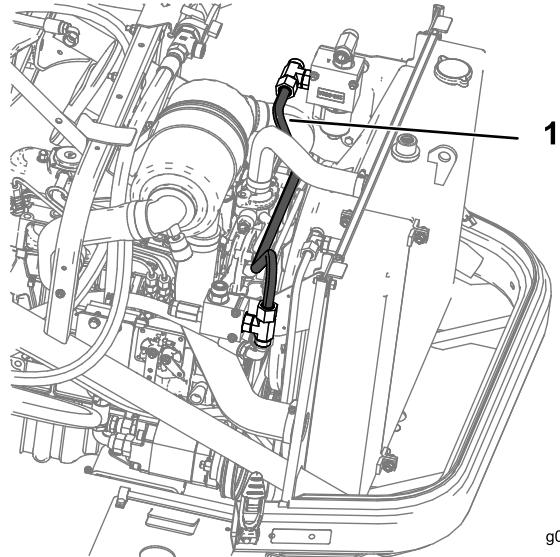

Figura 29
9. Montate il tubo idraulico D proveniente dal raccordo dell'adattatore a T (5/8 poll., maschio) del gruppo del collettore destro sul raccordo dell'adattatore a T (5/8 poll. maschio) del gruppo del collettore sinistro, come illustrato nella Figura 29.